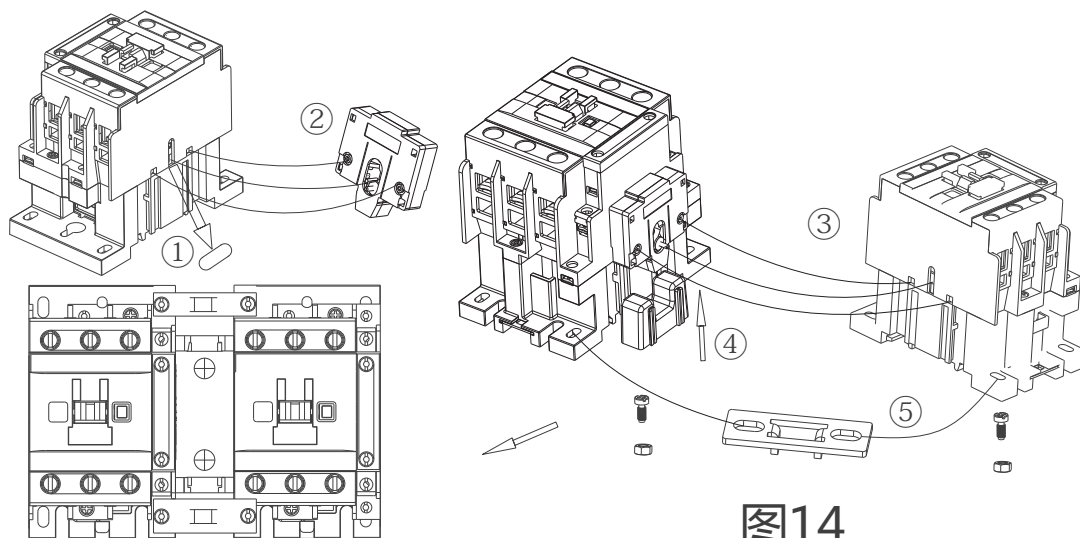

图14
(3)机械联锁的安装方法如图14所示，其中RDC5-06~38A只需要完成①至④步骤